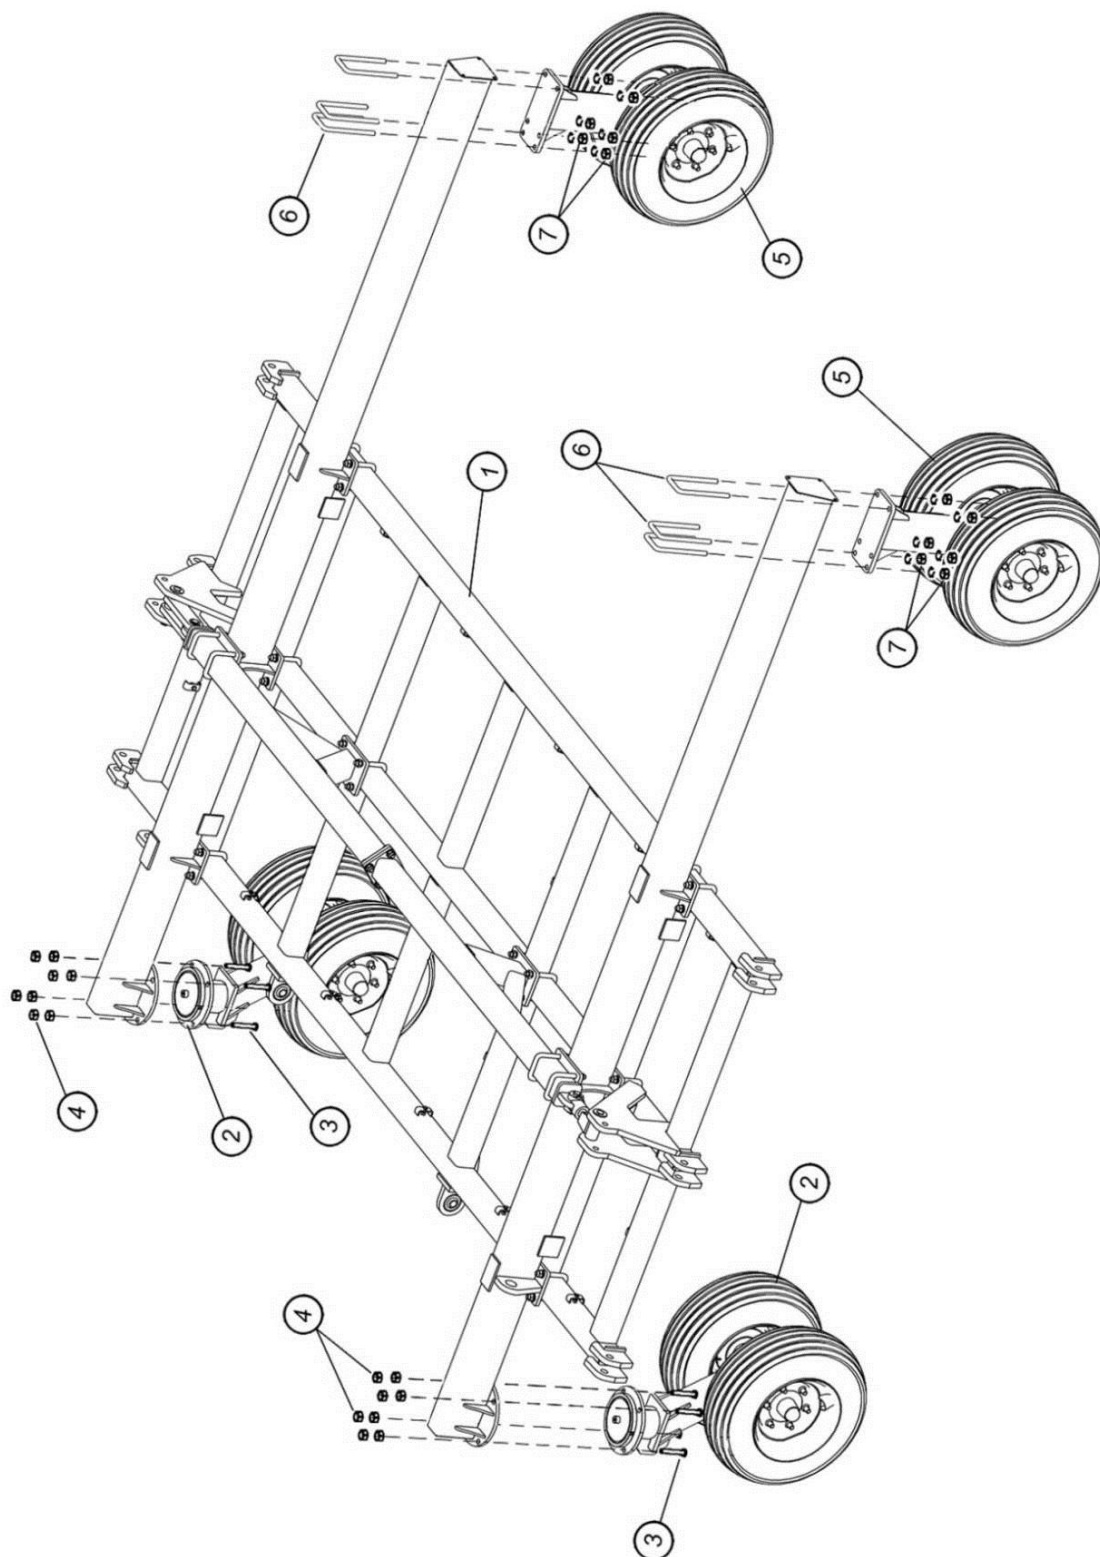

Рис.7.1.3. Центральная рама, шасси
7.1.3. Центральная рама, шасси (рис.7.1.3)